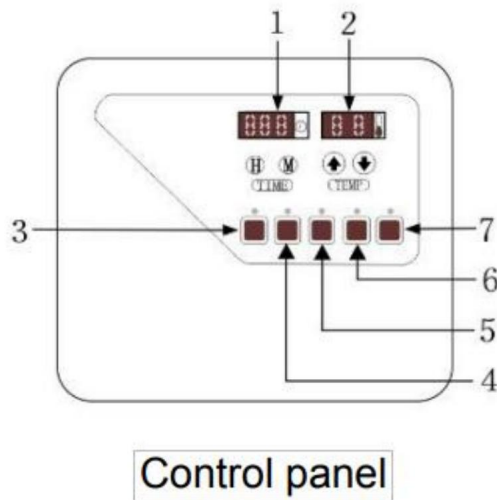

Fig 3
2. Fäst kretskortet med bult i väggen rakt över bastuaggregat. Kontrollera diagram för minsta avstånd (se fig3).